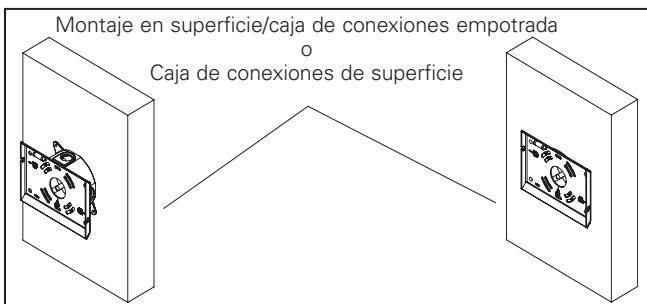

Figura 2
2. Sujete la placa de cuña a la pared sobre la caja de conexiones (Figura 2). La placa de cuña debe montarse con accesorios que puedan soportar el peso de un luminario de hasta 50 lb (22,67 kg).
- Coloque la placa de cuña en la pared o en la caja de conexiones (Figura 2). La placa de cuña debe montarse con accesorios capaces de soportar un luminario con peso de hasta 50 lb (22,67 kg).